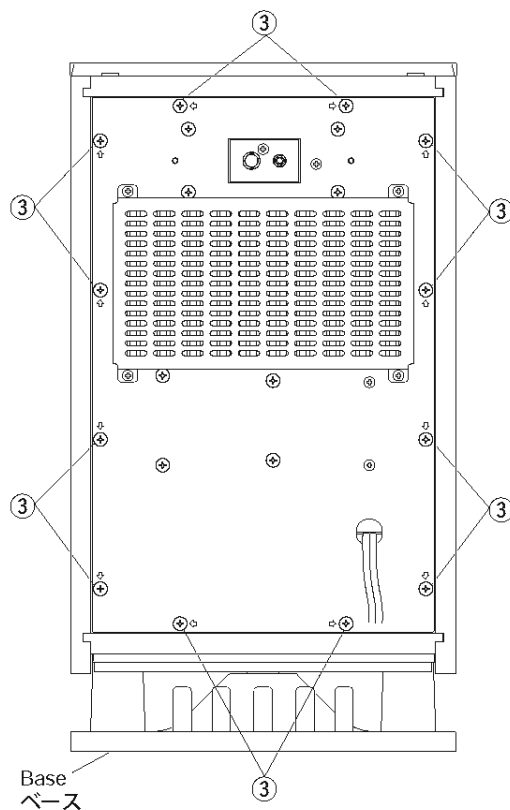

Fig. 2
Remove 12 screws ( ③ ) in Fig. 2.
③のネジ12本を外し、リアパネルを取り出します。(Fig. 2)